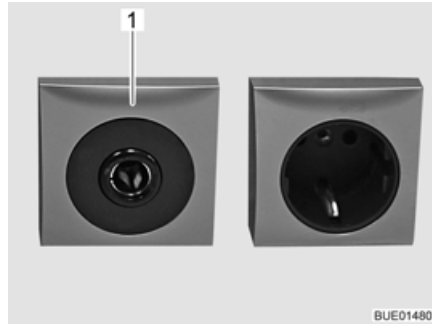

Bild 116 Steckdose 12 V/10 A
- ▷ An die Steckdosen (Bild 116,1) des 12-V-Bordnetzes nur Geräte mit maximal 10 A anschließen.